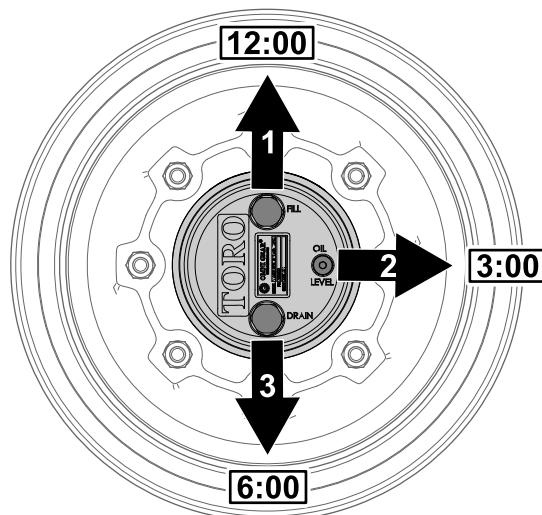

Figura 98
1. Aparque la máquina en una superficie nivelada, coloque la rueda de modo que el tapón de llenado se encuentre en la posición de las 12, el tapón de verificación en la posición de las 3 y el tapón de vaciado en la posición de las 6 (Figura 98).
2. Retire el tapón de verificación en la posición de las 3 (Figura 98).
- Aparque la máquina en una superficie nivelada, coloque la rueda de modo que el tapón de llenado se encuentre en la posición de las 12, el tapón de verificación en la posición de las 3 y el tapón de vaciado en la posición de las 6; consulte Figura 98 en Comprobación del lubricante de la transmisión planetaria \(página 72\).